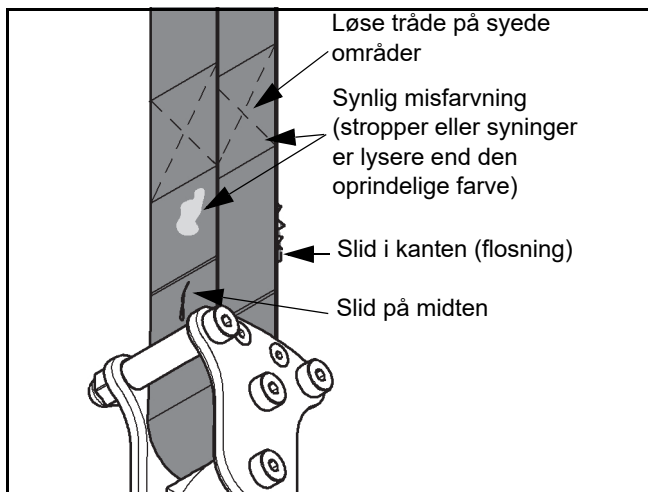

Fig. 33
- 2) Se efter tegn på slid eller misfarvning (se Fig. 33 herunder).